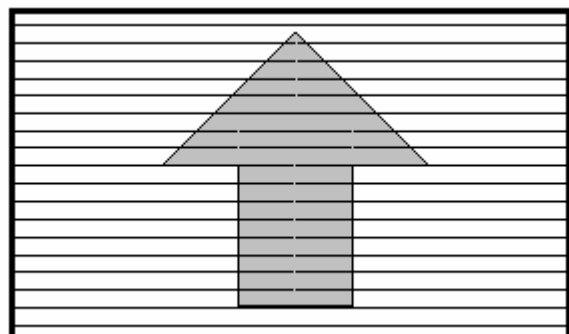

Fig. 2
- Le sens de passage sera indiqué sur le croquis (Fig. 2)
- Direction of the crossing must be specified on sketch (Fig. 2)